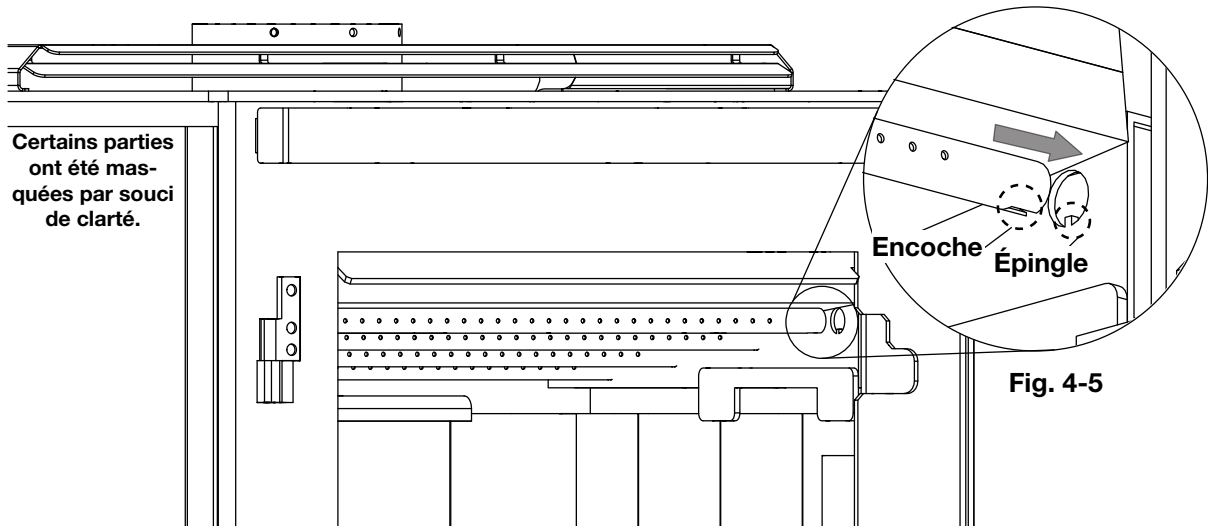

Fig. 4-5
2. Insérez le côté droit du tube d'air secondaire dans le trou du **côté droit** de l'appareil. Assurez-vous que l'encoche entre en contact avec l'épingle (**Fig. 4-5**).